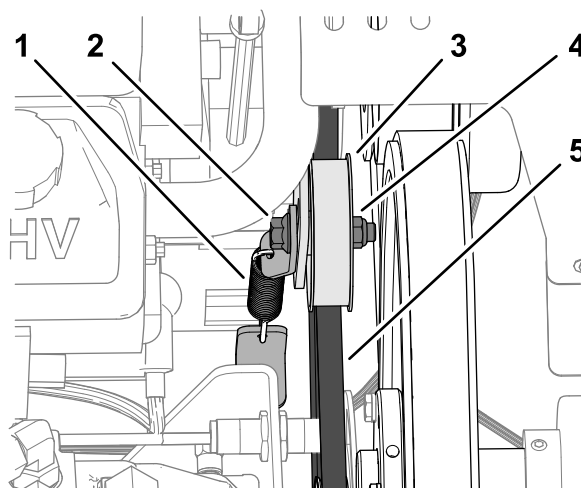

Figura 165
3. Afloje el tornillo de caperuza con arandela prensada y la contratuerca con arandela prensada que fijan la polea tensora para la correa de la bomba hidráulica, hasta que el perno se introduzca en la ranura del soporte tensor (Figura 165).